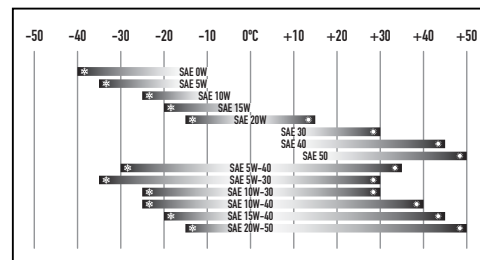

Рис. 5
- Шкала вязкости масла для его выбора (Рис. 5).
При увеличении концентрации угарного газа в районе установленного в генераторе датчика происходит автоматическая остановка генератора, и загорается красный индикатор на панели генератора (Рис. 5). Если концентрация угарного газа достигает  $476 \text{ мг/м}^3$  (пиковое значение) или  $395 \text{ мг/м}^3$  (среднее значение за 600 секунд), генератор выключается. В случае если датчик неисправен, то генератор также выключится и загорится желтый индикатор неисправности датчика, в данной ситуации нужно обратиться в сервисный центр.